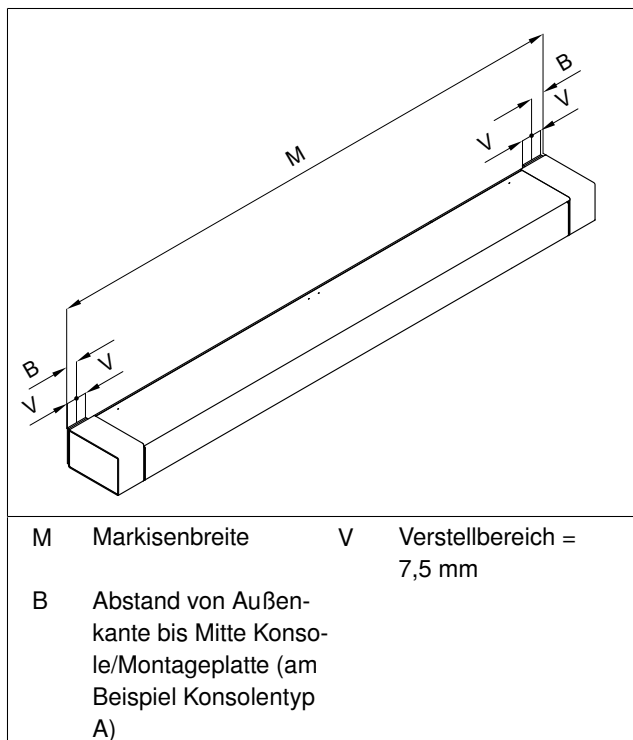
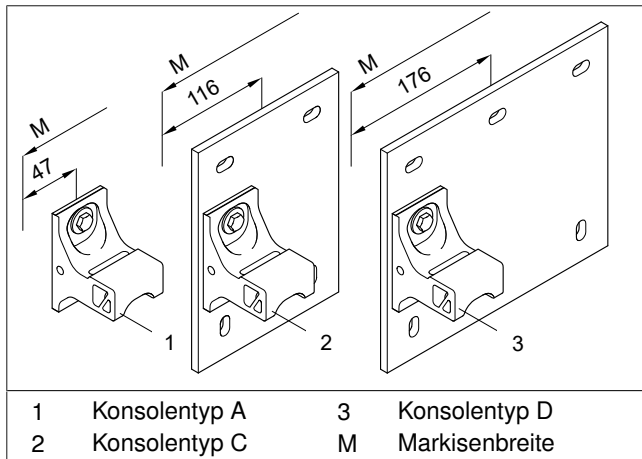

Abb. 2: Maß-Skizze für Konsolenposition mit 2 Konsolen
Abb. 3: Maß B in Abhängigkeit der Konsolentypen (alle Maßangaben in mm)
- Position der Konsolen auf den Montageuntergrund übertragen (siehe Abb. 2/Seite 5 und siehe Abb. 3/Seite 6)! Auf Höhengleichheit achten.
<ul style="list-style-type: none"> Position der Konsolen auf den Montageuntergrund übertragen (siehe Abb. 2/Seite 5)! Auf Höhengleichheit und gleiche Ausrichtung achten. Konsole an der Markierung senkrecht und waagrecht ausgerichtet halten! Bohrbild übertragen! Befestigungslöcher bohren!
<ul style="list-style-type: none"> Position der Schwerter für Dachsparrenmontage auf den Montageuntergrund übertragen (siehe Abb. 2/Seite 5)! Auf Höhengleichheit achten. Schwert für Dachsparrenmontage an der Markierung senkrecht und waagrecht ausgerichtet halten! Bohrbild übertragen! Befestigungslöcher bohren!